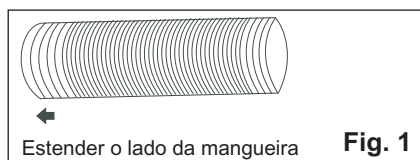
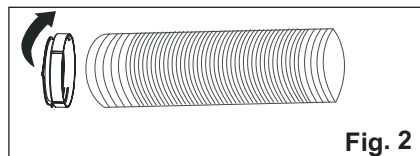

Fig. 1
Fig. 2
1. Estique um dos lados da mangueira (Fig. 1) e aparafuse a mangueira ao adaptador A (Fig. 2).